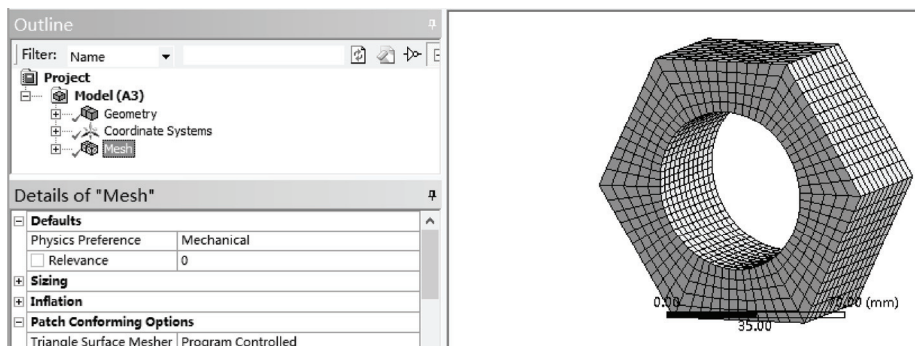

图 4-54 参数驱动生成网格模型
7) 更新完成后, 双击 Mesh 项, 进入 Mechanical, 查看网格模型如图 4-54 所示。